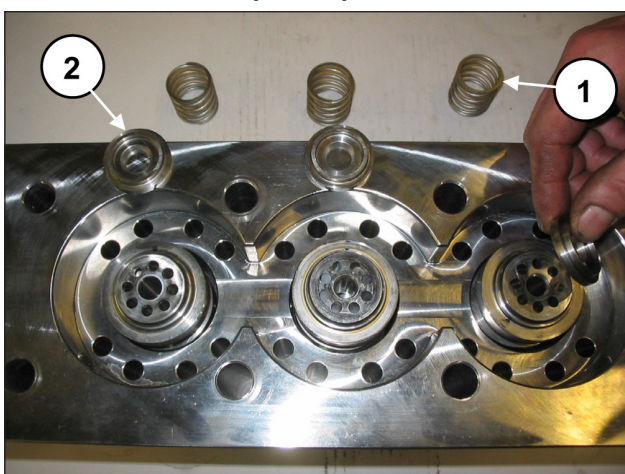

Fig. 101
**Durante el desmontaje de las camisas es importante no perder los muelles de la válvula ni las válvulas planas (pos. ① y ②, Fig. 101), ya que al no estar bloqueadas podrían caerse.**